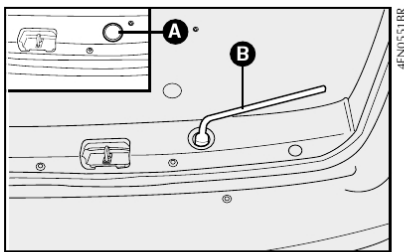

fig. 7
- Utilizar a chave de fenda para retirar a tampa **A-fig.7** que se encontra localizada na parte traseira do porta-malas e, com a chave de rodas **B-fig.7**, afrouxar o parafuso girando-o.